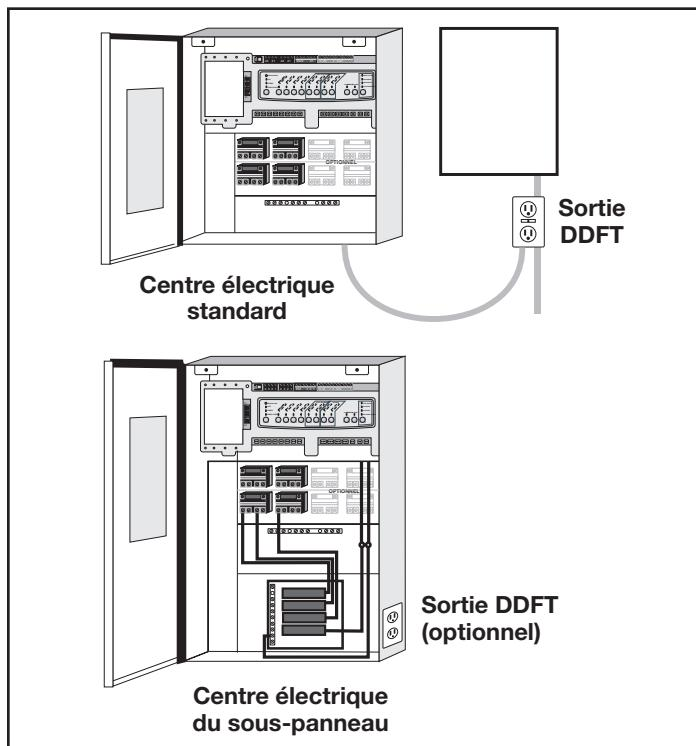

Figure 6. Installation du DDFT pour éclairage sous eau à haute tension
- Pour un centre électrique standard, installez une prise DDFT près du panneau de disjoncteurs. Pour un centre électrique du sous-panneau, installez une prise DDFT dans le centre électrique (utilisez l'alvéole défonçable fournie à la droite du centre électrique du sous-panneau). Voir la figure 6.